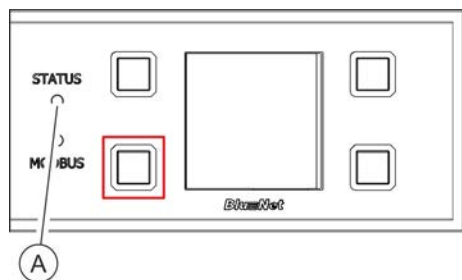

Abb. 92: Display mit Bedientasten
2. ➤ Taste neben der Modbus-LED für zwei Sekunden drücken und wieder loslassen (Abb. 92/rote Markierung).
3. ➤ Warten, bis die Status-LED weiß leuchtet (Abb. 92/A).